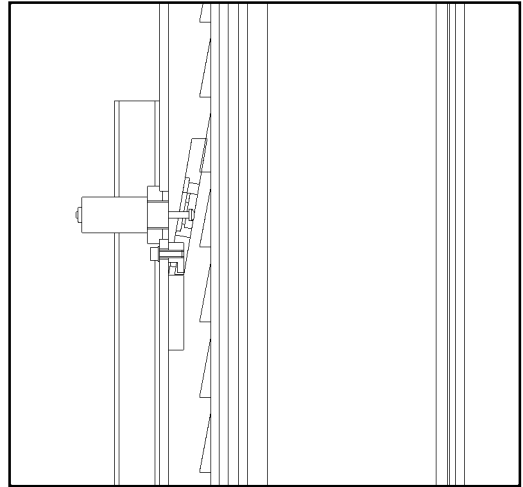

Fig. 15
- ◆ Om hydraulcylindern går sönder kommer säkerhetskilarna att utlösas (Fig. 15), vilka finns placerade inuti pelarna. Kilarna pressas av fjädern och stoppar omedelbart vagnen och förhindrar att den sänks ner.